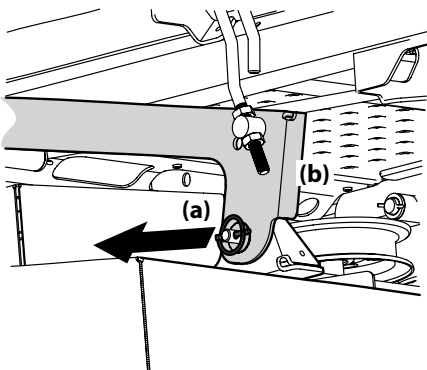

Figura 4-13
6. Ubique los pasadores de liberación (a) de la plataforma del lado izquierdo y del lado derecho que se encuentran a cada lado de la plataforma. Tire de los pasadores de liberación de la plataforma (a) hacia afuera y suelte la plataforma de los brazos de elevación (b) del lado derecho e izquierdo de la plataforma. Vea la Figura 4-13.
5. Tire de los pasadores de liberación de la plataforma hacia afuera y ubique la plataforma según sea necesario para alinear los orificios de los brazos de elevación de la plataforma con los pasadores. Consulte la Figura 4-13.